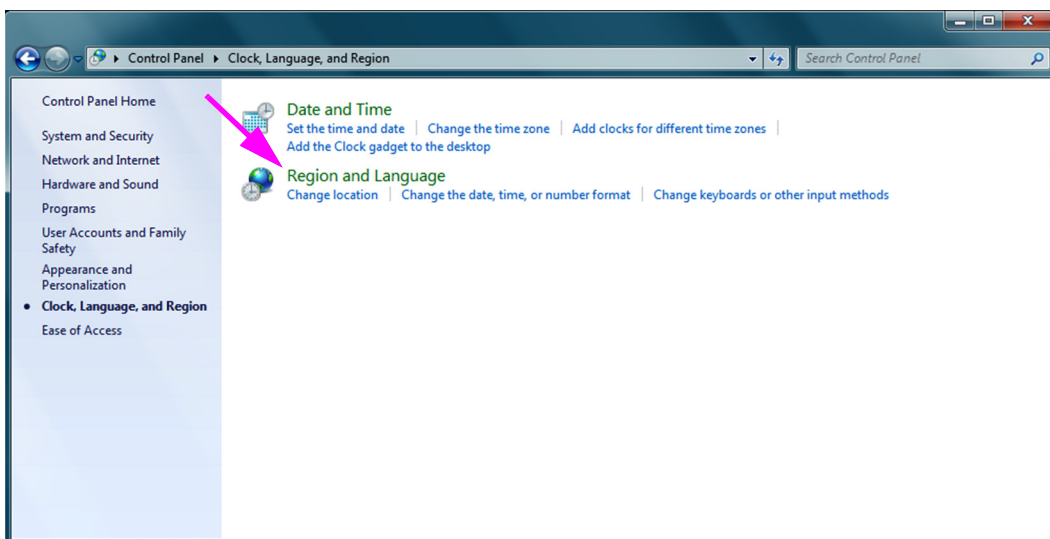

Figura C-14. Finestra Clock, Language, and Region (Orologio, lingua e impostazioni internazionali)
4. Viene visualizzata la finestra Clock, Language, and Region (Orologio, lingua e impostazioni internazionali) (vedere la Figura C-14). Fare clic su **Region and Language (Opzioni internazionali e della lingua)**.